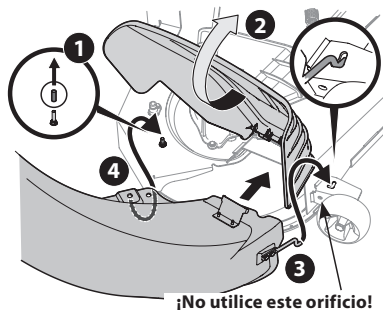

Figura 17
2. Remove the deck pin rubber protective cap, 1 in Figura 17.
3. Levante el deflector del canal (2 in Figura 17) sobre la plataforma y sosténgalo mientras ubica la bota sobre la abertura del canal.
4. Inserte el extremo del codo del bota (3) en el orificio suministrado en el montaje de rueda de la plataforma tal como se muestra en el recuadro de Figura 17.
5. Gire la bota hacia atrás hasta que el orificio del codo del bota se alinee con el pasador de la plataforma. Mueva la bota hacia abajo sobre ese pasador, como se indica en 4 de la Figura 17.